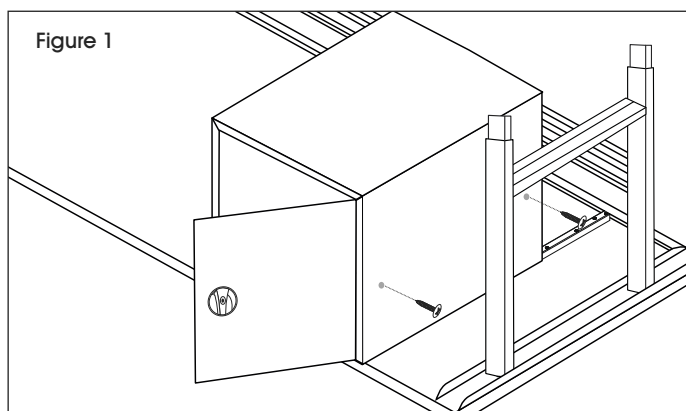

Figure 1
1. Turn the packing table over. On the underside of the table, slide mounting channels front to back into table flanges. When channels are aligned, mounting holes should be approximately 14½" apart. Secure each channel with two 1/4"-20 x 5/8" bolts. (See Figure 1)
2. Open the cabinet door. Using a 7/16" wrench and Phillips screwdriver, remove adjustable shelf by unscrewing four screws. Attach the cabinet to the mounting channels using four 1/4"-20 x 1/2" bolts. (See Figure 1)
1. Retournez la table d'emballage à l'envers. Faites glisser, sur la face inférieure de la table, les profilés de fixation de l'avant vers l'arrière dans les brides de la table jusqu'à ce que les trous du profilé s'alignent sur ceux de la table d'emballage. Une fois alignés, les profilés doivent se situer à environ 14 1/2 po l'un de l'autre. Fixez chaque profilé à l'aide de deux boulons de 1/4 po-20 x 5/8 po. (Voir Figure 1)
2. Ouvrez la porte du cabinet. À l'aide de la clé de 7/16 po et du tournevis cruciforme, retirez la tablette ajustable en dévissant les quatre vis. Fixez le cabinet aux profilés en utilisant quatre boulons de 1/4 po-20 x 1/2 po. (Voir Figure 1)